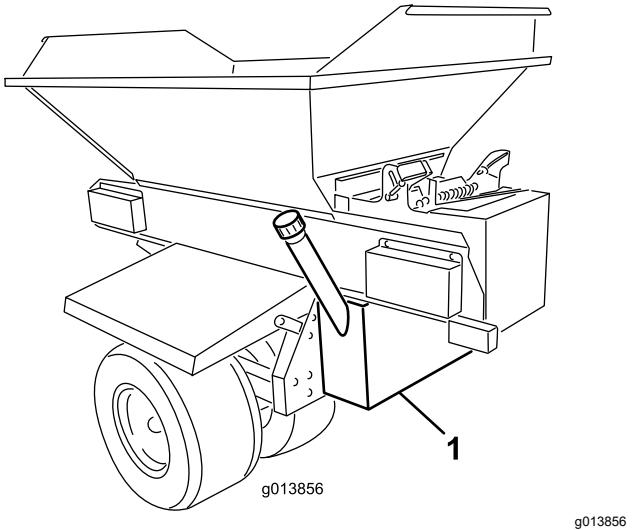

Bild 1
6. Stützen Sie den Hydraulikbehälter von unten ab und stellen ihn gegen die Chassisrückwand. Der Behälter sollte von der rechten und linken Seite zentriert sein und vertikal stehen (Bild 1).